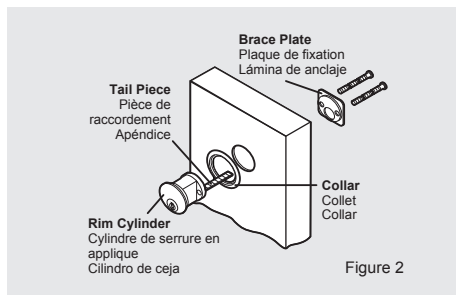

Figure 2
1. From the exterior, place the collar over the 1-1/4" (32mm) hole and then insert the rim cylinder making sure the tailpiece is positioned at the lower portion of cylinder. (See Figure 2).
1. De l'extérieur, placer le collet sur le trou de 1 po 1/4 (32 mm) et insérer le cylindre de serrure en s'assurant que la tige de raccordement est placée au bas du cylindre (Voir figure 2).